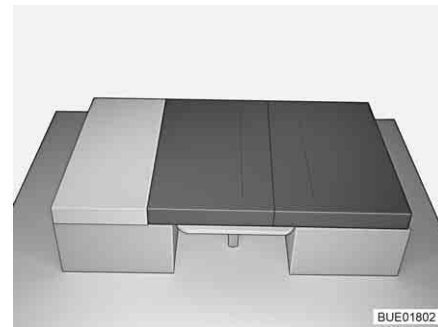

Bild 115 Nach dem Umbau
- Ein Rückenpolster zwischen Sitzpolster und Sitztruhentrückwand legen (siehe Bild 115).